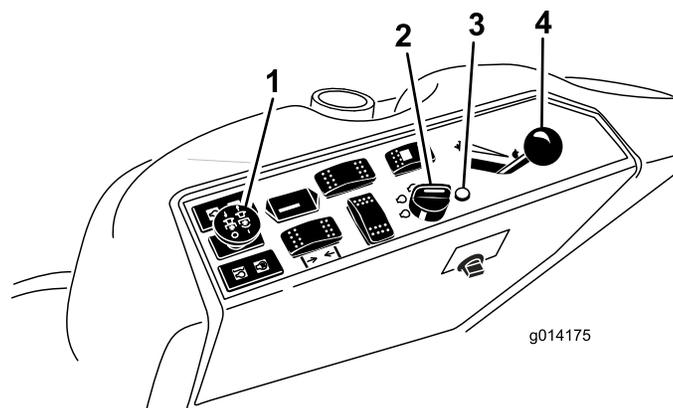

Figure 15
- Placez la commande de prise de force (PDF) en position DÉSENGAGÉE (Figure 15).
- Réglez la commande d'accélérateur à mi-course entre les positions HAUT RÉGIME et BAS RÉGIME (Figure 15).